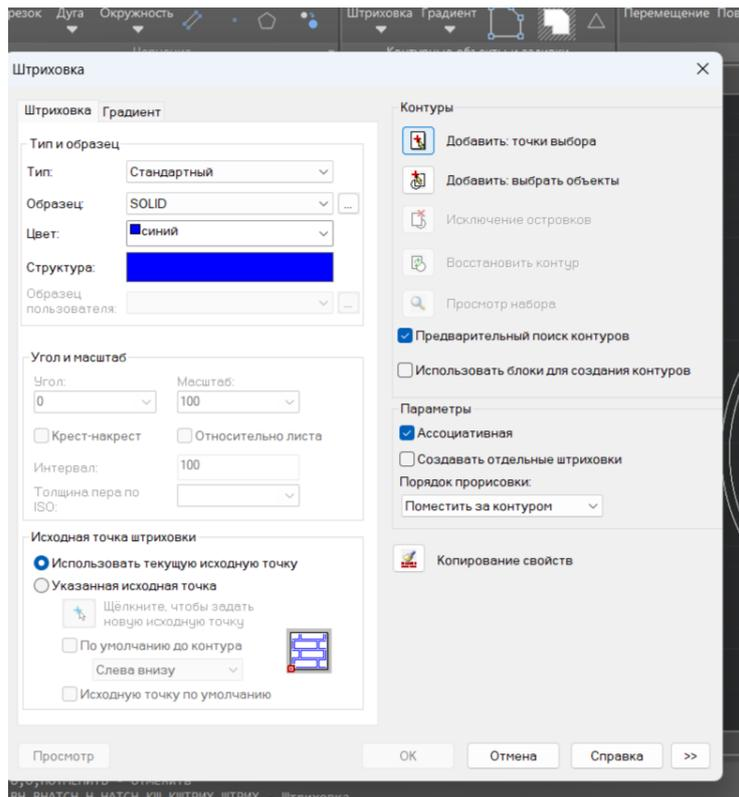

Рис. 3.56
8. Нажимаем на функцию «Штриховка». В высвеченном окне определяем тип штриховки и цвет. Далее нажимаем на кнопку «Добавить точку выбора». (рис. 3.56).